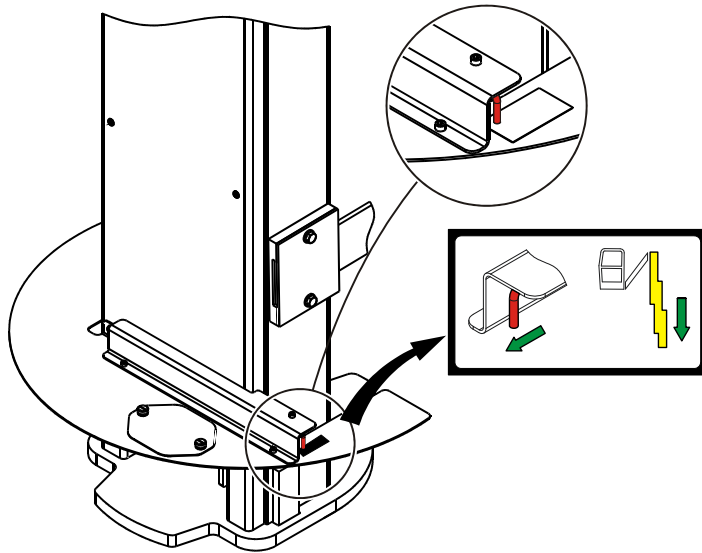

Figure 3-3. Commande de Descente Manuelle du Mât
- 12- Commande de descente manuelle du mât (voir figure 3-3)